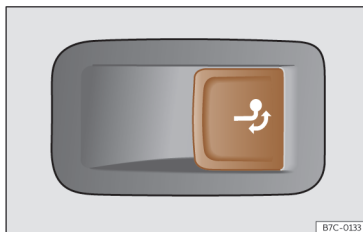

Fig. 172 No lado direito da bagageira: botão para desbloquear o gancho de reboque.
- Puxe o botão >>> Fig. 172 de forma breve. O gancho de reboque desbloqueia-se eletricamente e roda-se automaticamente para fora. A luz de controlo do botão pisca.
- Puxe o botão >>> Fig. 172 de forma breve. O gancho de reboque desbloqueia-se eletricamente.
- Nunca pressione o botão >>> Fig. 172 quando tiver um reboque engatado ou estiver montado um porta-bagagens ou outros acessórios sobre o gancho de reboque.